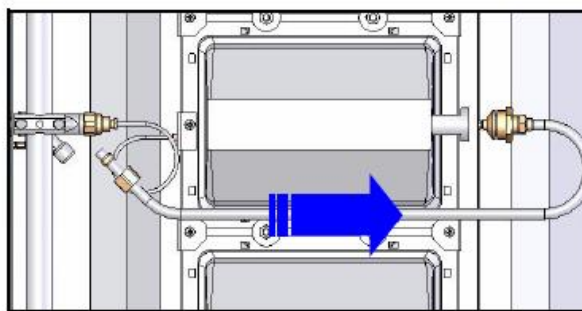

Figure 4
- Entfernen Sie den Gasversorgungsschlauch aus der Fassung des Radian Gasansaugstutzens durch herausziehen (Bild 4.).